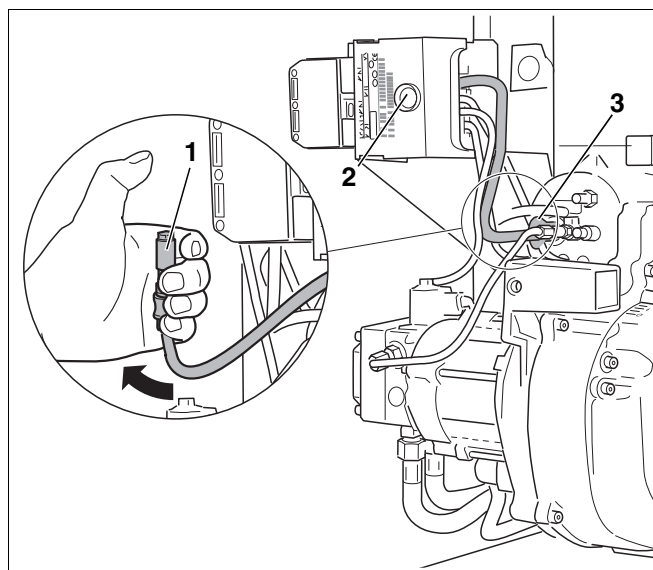

Рис. 19 Проверка работы датчика пламени
- При работающей горелке вынуть датчик пламени, взяв его за предусмотренную для этого ручку (Рис. 19, поз. 3).
- Закрыть датчик пламени (Рис. 19, поз. 1). После повторного запуска должно произойти отключение из-за неисправности.
- По истечении времени ожидания, составляющего примерно 30 секунд, нужно разблокировать автомат горения дизельного топлива, нажав кнопку подавления помех (Рис. 19, поз. 2).